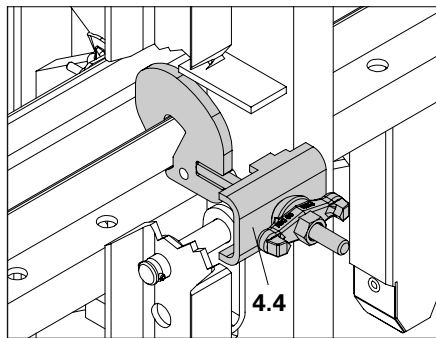

Fig. B3.07
3. Ajustar los conectores perfil vertical. (Fig. B3.07)